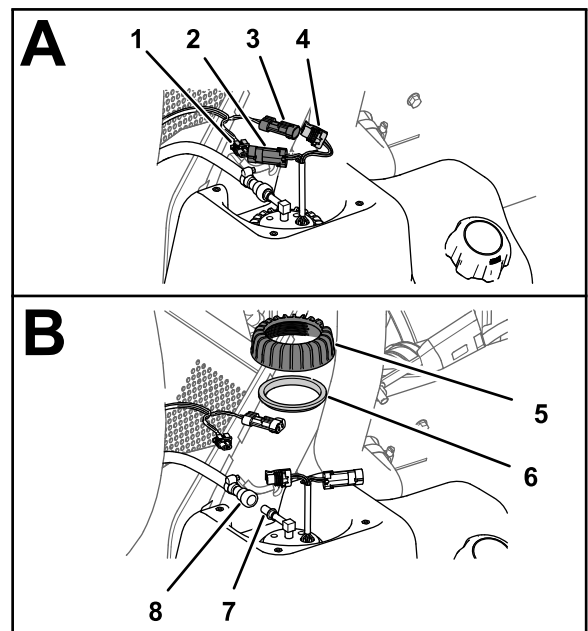

Figure 83
machine du connecteur à 2 broches de la pompe à carburant/transmetteur (Figure 83).
2. Éloignez le manchon de verrouillage du raccord du flexible de carburant du raccord de la pompe à carburant/transmetteur, et débranchez le raccord du flexible du raccord de la pompe (Figure 83).
3. Tournez l'écrou de la pompe à carburant/transmetteur dans le sens antihoraire et déposez l'écrou et le joint (Figure 83).